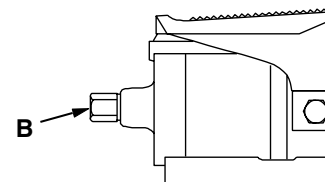

Figura 5
1. Vea la Figura 5. Conecte una fuente de aire con una capacidad (mínima) de  $15,3 \text{ m}^3/\text{h}$  [ $9 \text{ pies}^3/\text{min}$ ] al conector giratorio (B) de  $\frac{1}{4}$  pulg NPTF de entrada de aire en la bomba. Utilice únicamente adaptadores de manguera o de desconexión rápida de  $\frac{1}{4}$  pulg. No se recomienda el uso de adaptadores de tamaño o peso mayor. Utilice un sellador de roscas de tubería de buena calidad para sellar la conexión.